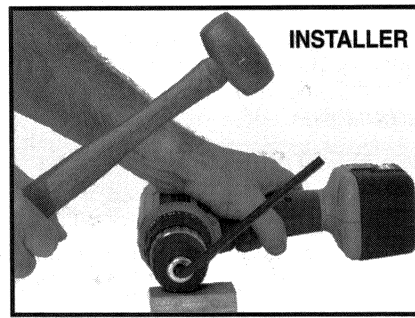

Fig. 10
7. Vissez le mandrin sur la tige en le faisant tourner dans le sens des aiguilles d'une montre. Vissez à main. Placez la clé Allen dans le mandrin (voir 5 ci-dessus). Tout en maintenant le mandrin sur une surface solide, positionnez la clé Allen vers la droite (vois Fig. 10) et frappez un coup sec avec un marteau afin de bien asseoir le mandrin sur la tige.